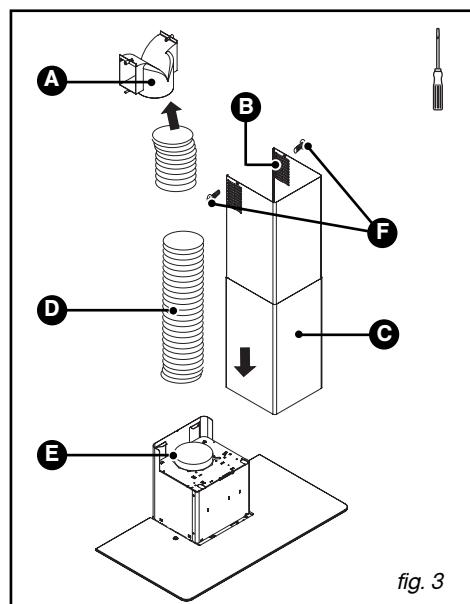

fig. 3
- In geval van een buis met een diameter van 125 mm dient u de bijgesloten adapter te gebruiken (fig. 3).
- Zet het ene uiteinde van de buis op de deflector en het andere uiteinde op de motoruitgang (fig. 3).
- Plaats de luchtspleten naar boven zodat zij zichtbaar zijn (B/fig. 3).
- Bevestig het bovenste element van de schouw (C/fig. 3) op de rookdeflector (A/fig. 3) met behulp van de twee schroeven (F/fig. 3).